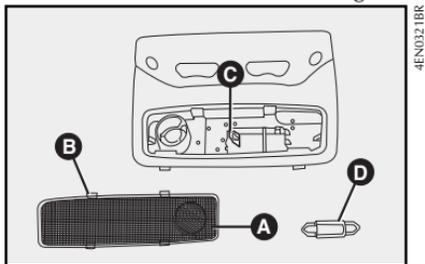

fig. 60
- saque la lente **A- fig. 60** empujando las trabas **B** y sustituya la lámpara **D**, recolocando la nueva lámpara en el alojamiento **C**;